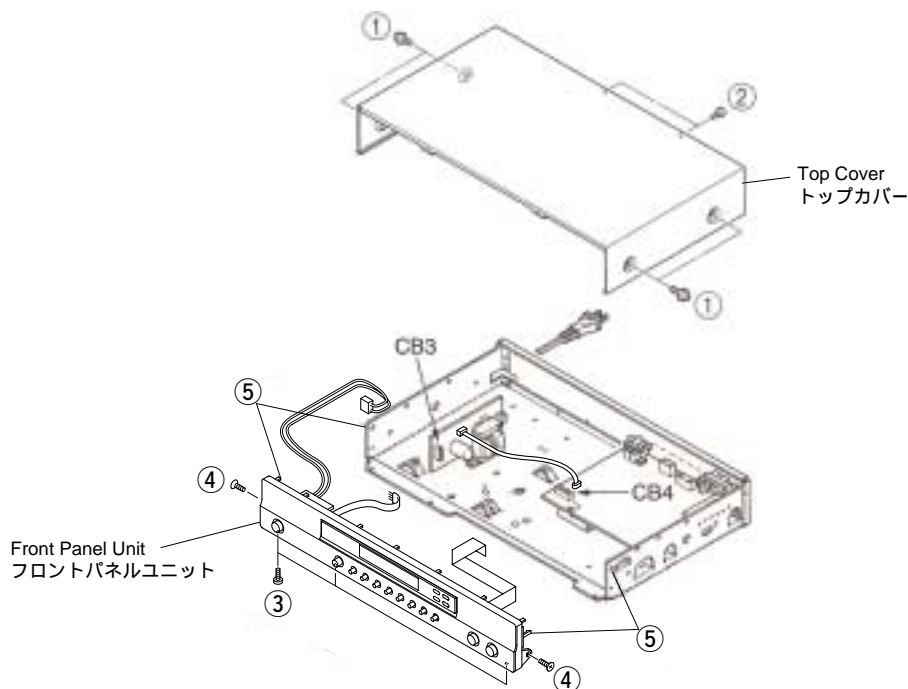

Fig. 1
- a. Remove 4 screws (①) and 2 screws (②). (Fig. 1.)
- b. Slide the Top Cover rearward to remove it. (Fig. 1.)
- a. Disconnect the connectors (CB3 and CB4). (Fig. 1.)
- b. Remove 3 screws (③). (Fig. 1.)
- Screws (③) are identified with arrow marks (⇐).
- c. Remove 2 screws (④). (Fig. 1.)
- d. Unhook at 2 place (⑤). (Fig. 1.)
- e. Remove the Front Panel Unit. (Fig. 1.)
- a. ①のネジ4本、②のネジ2本を外します。(Fig. 1.)
- b. トップカバーを後方へスライドさせ取り外します。(Fig. 1.)
- a. CB3とCB4をコネクタから抜きます。(Fig. 1.)
- b. ③のネジを3本外します。(Fig. 1.)
- ③のネジには矢印マーク (⇐) が刻印されています。
- c. ④のネジ2本を外します。(Fig. 1.)
- d. ⑤のフックを2カ所外します。(Fig. 1.)
- e. フロントパネルユニットを外します。(Fig. 1.)